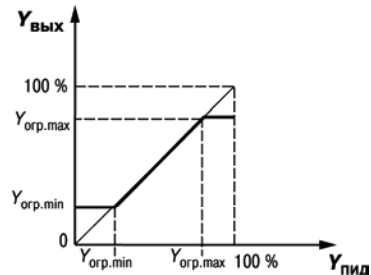

Рисунок 9
– максимальный $Y_{огр\ max}$ и минимальный $Y_{огр\ min}$ (рисунок 9).